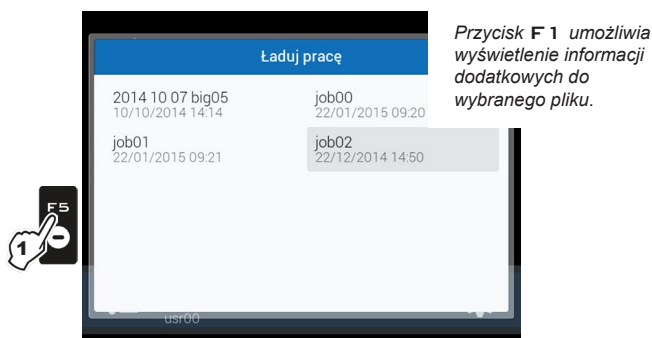

Fig. 313
- 2 Wybrać cykl pracy wśród tych proponowanych w spisie (Fig. 313) i nacisnąć **OK** w celu zatwierdzenia wyboru.